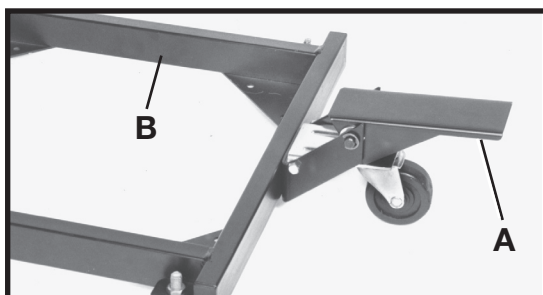

Fig. 7
1. Para elevar la base móvil (B) Fig. 7 (para permitir que se mueva la máquina), empuje la palanca para pie (A) hacia abajo hasta que quede fija en su lugar.
2. Para bajar la base móvil (B) Fig. 7 (para bloquear), mueva la palanca para pie (A) hacia arriba.